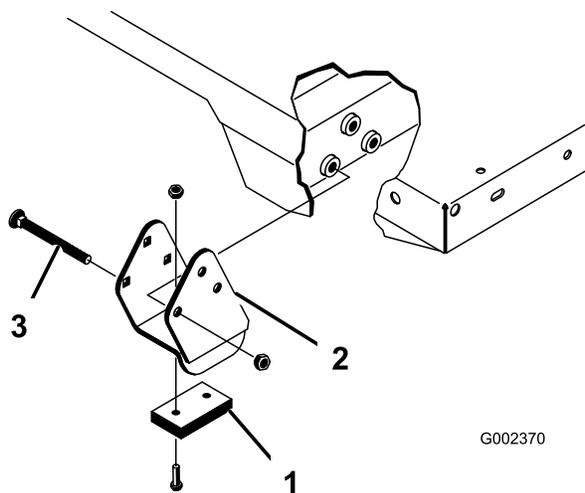

Рисунок 36
Примечание: Убедитесь, что распорные кронштейны и износные колодки (Рисунок 36) установлены так, что головки каретных болтов находятся внутри автомобиля.
2. Аккуратно установите кузов на раму автомобиля, совместив отверстия в задней шарнирной плите кузова с отверстиями в заднем швеллере рамы, и установите два шплинтуемых штифта и шплинты (Рисунок 36).
4. Вставьте шплинтуемый штифт с наружной стороны кузова, при этом шплинт должен находиться снаружи (Рисунок 36).